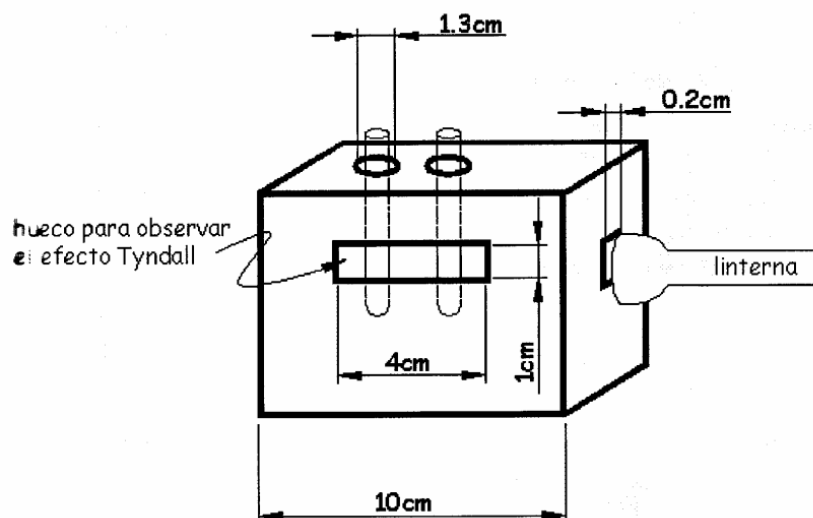

Figura 1
a. Recorta en la caja de cartón los siguientes orificios (Figura 1).